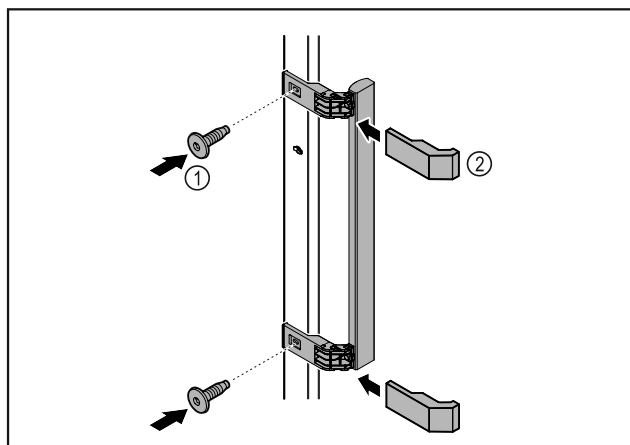

Fig. 4
- Montoni dorezën nga paketa së bashku me vidat e ofruara Fig. 4 (1) në derë.
- Vendosni kapakun mbulues Fig. 4 (2).